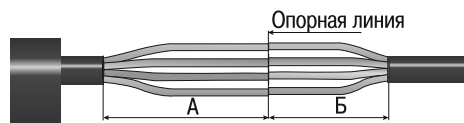

Рисунок 2
4.6 Удалить наружный покров кабеля до меток на каждом кабеле (рисунок 2).